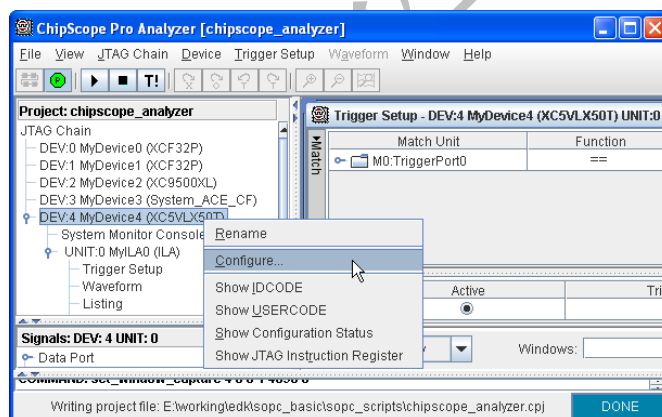

图 2.102 使用 ChipScope Analyzer 配置 FPGA
(1) 单击“开始”菜单，选择【程序】/【ChipScope Pro 9.1i】/【Xilinx ChipScope Pro Core Analyzer】，启动 Analyzer 工具。
(2) 在“Project”窗口中单击扫描 JTAG 链按钮 ，扫描到连接在 JTAG 链上的器件后，右键单击需要配置的器件，选择“Configure”，如图 2.102 所示。